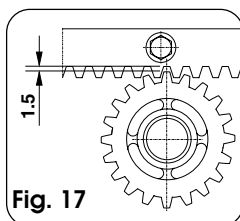

Fig. 17
- Finalizada la instalación de la cremallera, para garantizar un correcto engranaje con el piñón, es conveniente bajar unos 1,5 mm (Fig. 17) la posición del motorreductor.